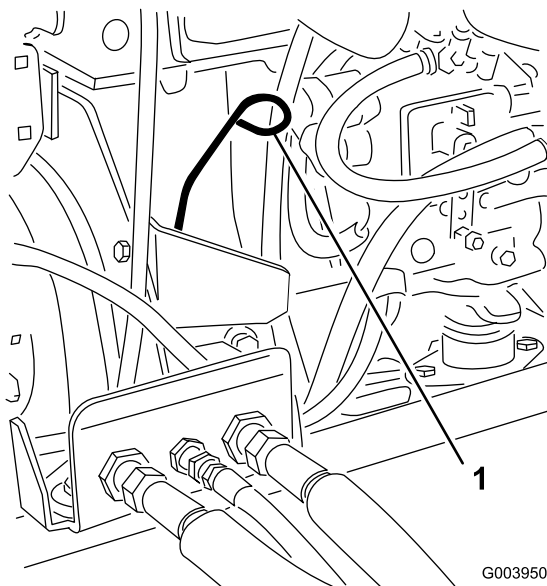

Bild 28
3. Nehmen Sie den Peilstab heraus und wischen Sie ihn ab. Stecken Sie ihn dann ein (Bild 28).